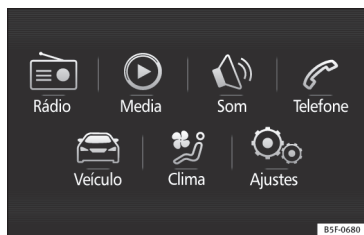

Fig. 33 Ver localização na pág. 7-8
- Pressione a tecla **MENU** do sistema e, posteriormente, o botão **CAR** » **Fig. 33**, ou a tecla **CAR** do sistema, para ir para o menu **CAR** » **Fig. 34**.